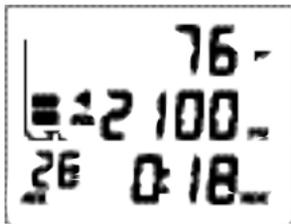

Fig. 67 - PRINCIPAL
**PRINCIPAL INMERSIÓN NORMAL (predeterminada);** ésta es la información mostrada (Fig. 67) -